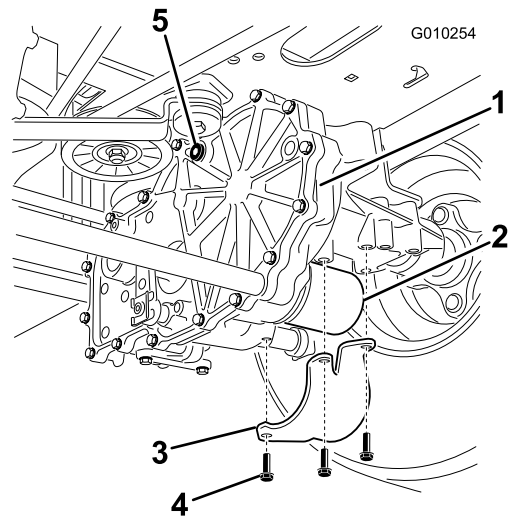

Figura 63
6. Localize o filtro e as proteções em cada sistema de transmissão (Figura 63).
7. Retire os três parafusos que prendem a proteção do filtro e retire a proteção (Figura 63).
4. Instale as proteções do filtro sobre cada filtro que removeu previamente (Figura 63).
5. Utilize os três parafusos para prender as proteções do filtro (Figura 63).
8. Instale o tampão de ventilação (Figura 63).